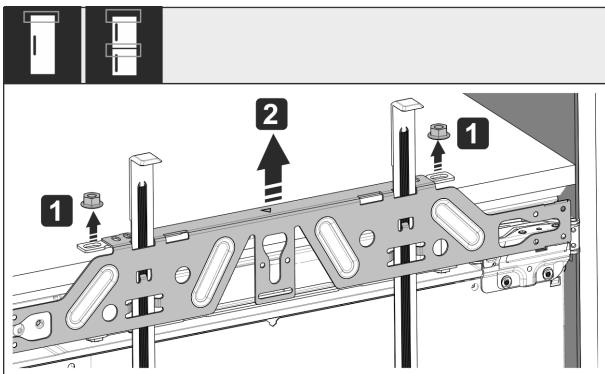

Fig. 54
- ▶ Shtërëngoni kundërdadot Fig. 54 (1).
- ▶ Hiqni traversën e mbërthimit Fig. 54 (2).